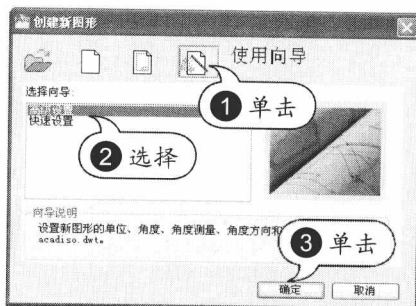

图 1-1 选择向导
STEP 01 选择向导。在快速访问工具栏中单击“新建”按钮 , 在“创建新图形”对话框中单击“使用向导”按钮 , 选中“高级设置”选项, 然后单击“确定”按钮, 如图 1-1 所示。